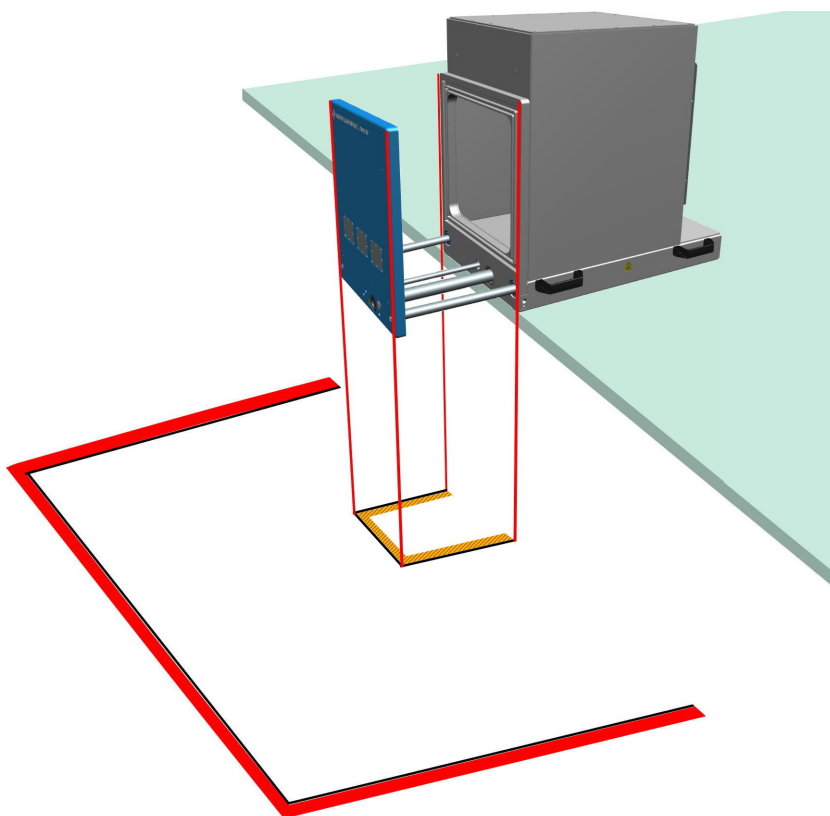

Рис. 6-7: Напольная маркировка зон ограниченного доступа
5. Нанести маркировку зоны двери на полу снизу открытой двери камеры, как показано на рис. 6-7.
8. Нанести маркировку рабочей зоны на полу на расстоянии 1 м от наружного периметра *зоны двери*. См. рис. 6-7.